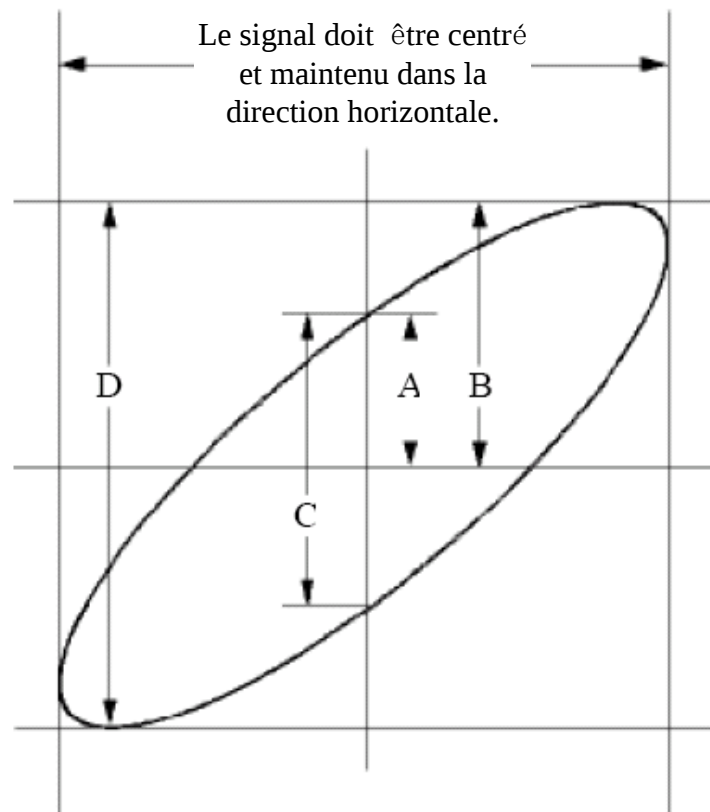

Figure 0-6 Graphique de Lissajous
- (1) Réglez le coefficient d'atténuation du menu de la sonde sur **10X** et celui du commutateur de la sonde sur **10X** (voir "**Fehler! Verweisquelle konnte nicht gefunden werden.**" sur **P****Fehler! Textmarke nicht definiert.**).
- (2) Connectez la sonde du canal 1 à l'entrée du réseau et celle du canal 2 à la sortie du réseau.
- (3) Appuyez sur le bouton **Autoset**, l'oscilloscope allumant les signaux des deux canaux et les affichant à l'écran.
- (4) Tournez le bouton d'**échelle verticale**, rendant les amplitudes de deux signaux égales dans le brut.
- (5) Appuyez sur le bouton **Acquérir** pour afficher le menu de droite.
- (6) Dans le menu de droite, sélectionnez le **mode XY** comme étant **ON**. L'oscilloscope affichera les caractéristiques des entrées et des bornes du réseau sous la forme d'un graphique de Lissajous.
- (7) Tournez les boutons d'**échelle verticale** et de **position verticale**, en optimisant la forme d'onde.
- (8) Avec la méthode de l'oscillogramme elliptique adoptée, observez et calculez la différence de phase (voir *Figure 0-6*).